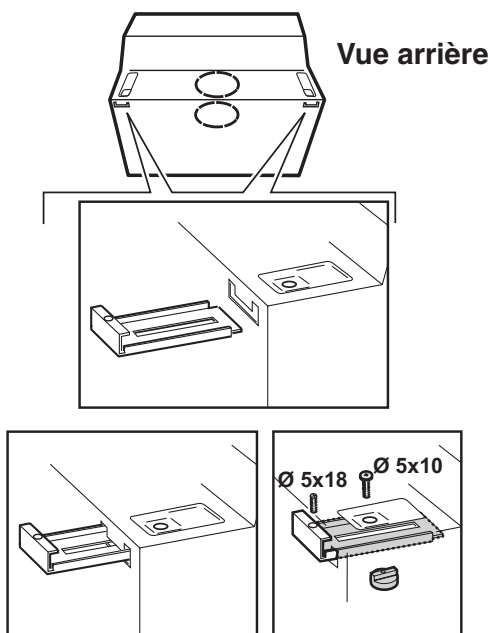

Fig. 7
- b. Fixez les étriers avec les vis et douilles taraudées. Vissez sur les étriers les vis sans tête jusqu'à moitié de course; elles serviront, au moment de l'installation, pour régler la position de la hotte. **Fig. 7**